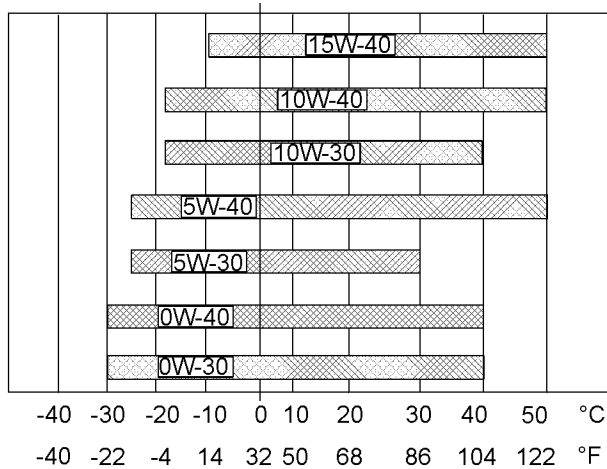

Ilustración 54
Consulte la ilustración 54 (temperatura mínima) para determinar la viscosidad del aceite necesaria para arrancar un motor frío.
Consulte la ilustración 54 (temperatura máxima) para seleccionar la viscosidad del aceite para hacer funcionar el motor a la temperatura ambiente más alta prevista.
- Consulte las "Viscosidades de lubricantes" correspondientes. Consulte la ilustración 54 para conocer el grado de viscosidad del aceite correcto para su motor.